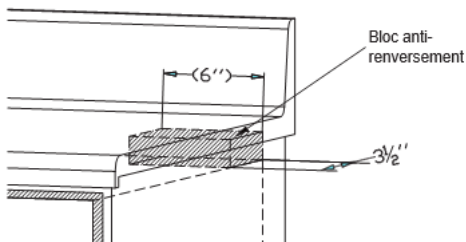

Figure 3
- Utilisez les dimensions illustrées à la figure 1. Les dimensions indiquées fournissent l'espacement minimal. Repérez la prise électrique dans la zone hachurée et dans le coin supérieur gauche de la découpe. Voir la Figure 3.